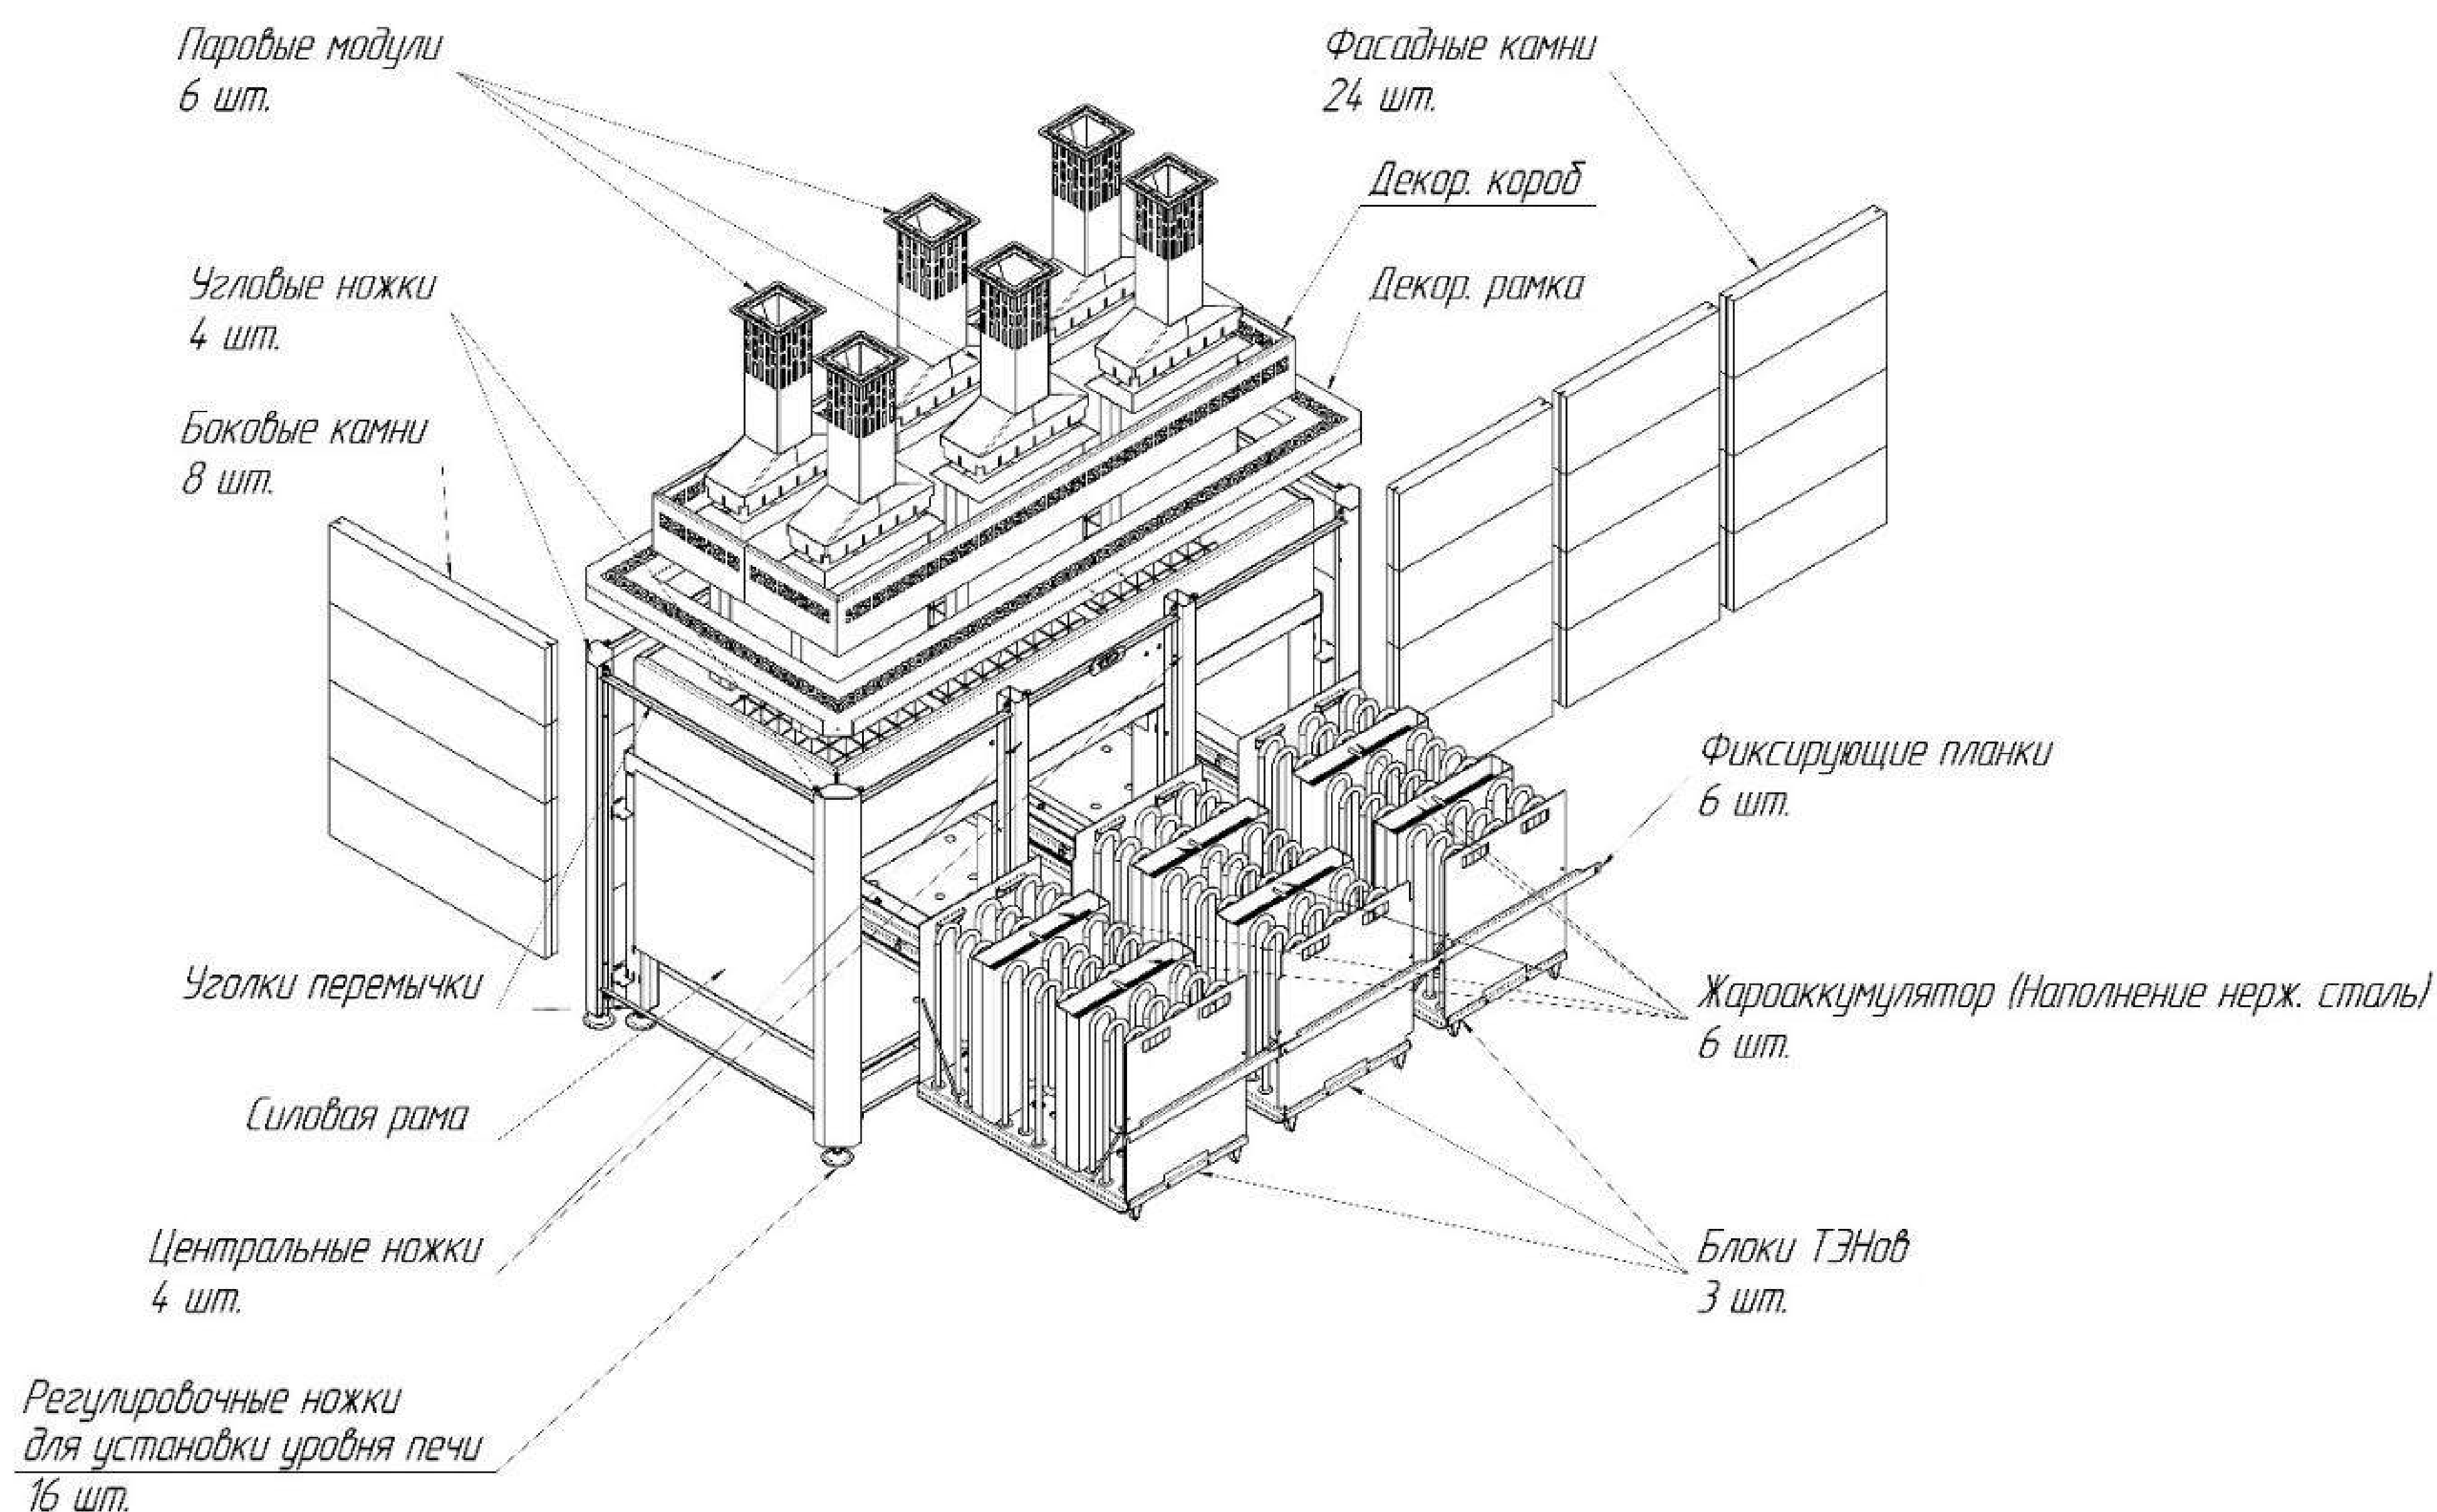

Рис. 1. Сборка ЭНУ Премьера Профи в каменной облицовке
1. Установить силовую раму печи на ровное основание (**Рис. 1**), положить в неё решётку для камней.